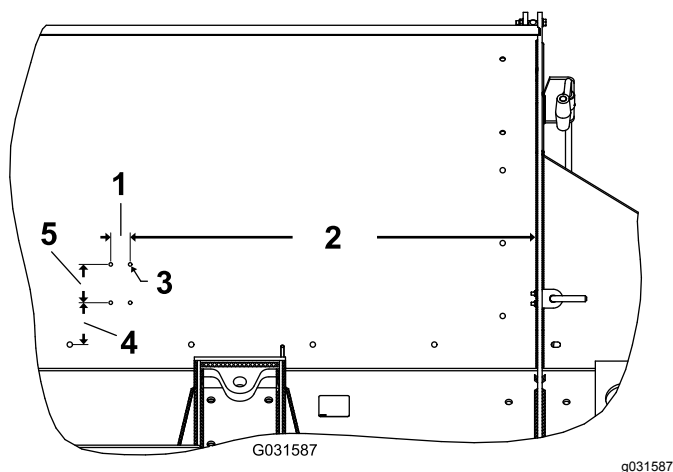

Figure 12
1. Percez 4 trous de fixation (7 mm) sur le côté de la trémie. Reportez-vous à la Figure 12 pour les dimensions de perçage.